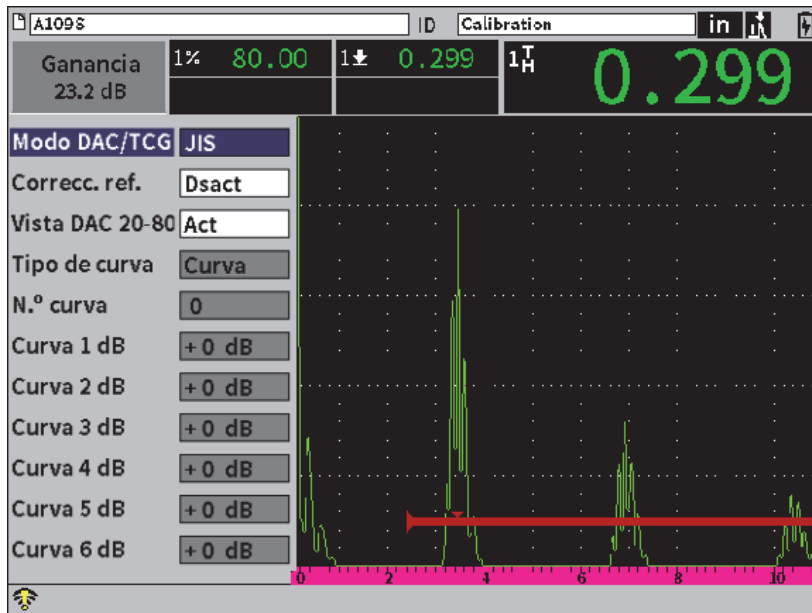

Figura 11-15 Modo JIS
2. En el cuadro de diálogo DAC/TCG, gire la ruda de ajuste para determinar el **Modo DAC/TCG** a **JIS** (vea la Figura 11-15 en la página 195).